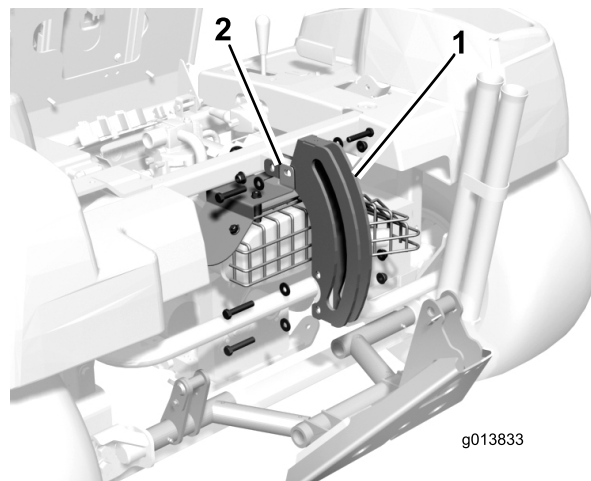

Bild 10
14. Befestigen Sie die Rollenplatte und die Befestigungslaschen des Auspuffrohrs mit den vier vorher entfernten Schrauben, Scheiben und Bundmuttern am Rahmen (Bild 10). Ziehen Sie alle Befestigungsschrauben für das Schutzblech an.